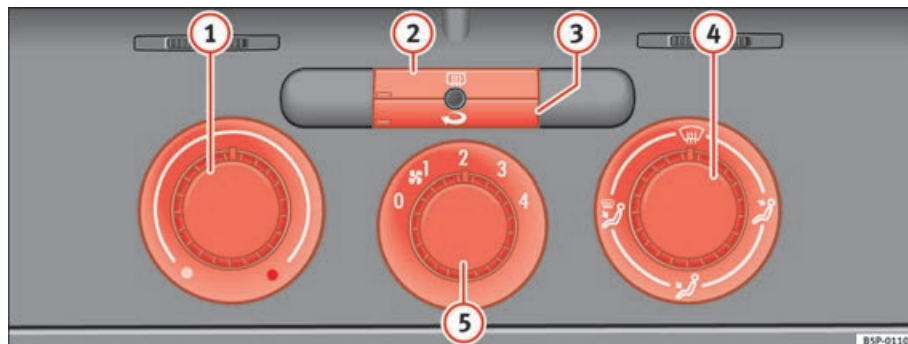

Fig. 128 Comandos do aquecimento no painel de instrumentos
- Com os reguladores ⇒ fig. 128 ① e ④ e com o interruptor ⑤ é ajustada a temperatura, a distribuição do ar e o nível do ventilador.
- Premir o respectivo botão ② ou ③, para ligar e desligar uma função. Quando a função está activa, a janela que se encontra no canto inferior esquerdo do botão ilumina-se.